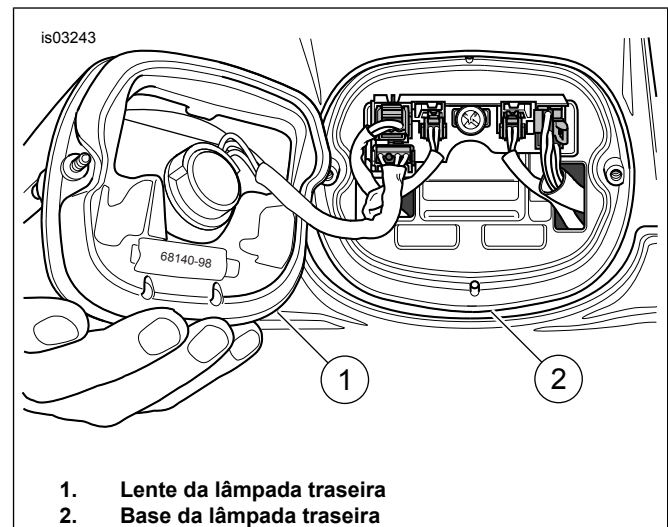

Figura 2. Remoção da lente da lâmpada traseira
3. Veja a Figura 2. Remova dois parafusos e a lente da lâmpada traseira (1) da base (2).
2. Veja a Figura 2. Instale a lente da lâmpada traseira (1) na base (2) usando dois parafusos.